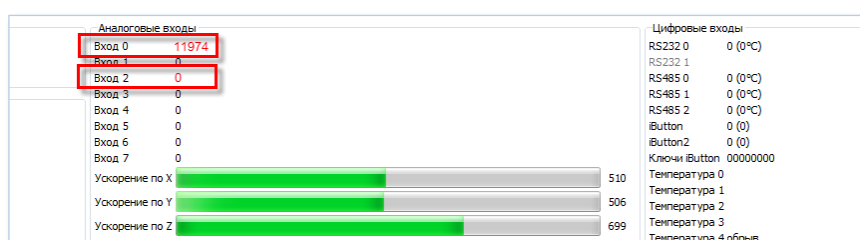

Рисунок 12. Аналоговые входы в состоянии сработки
- входы в состоянии сработки отображают текущее напряжение на входе красным шрифтом (в милливольтках) (Рис. 12).